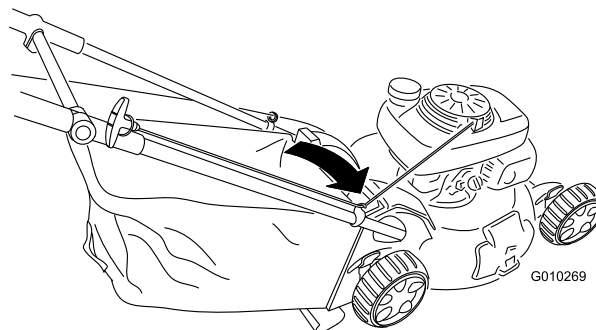

Рисунок 28
1. Проложите трос стартера вокруг нижней направляющей троса (Рисунок 28).